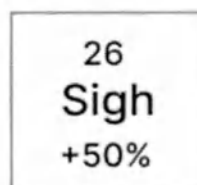

Рисунок 9.39 – Символ активной функции «Sigh»
- 4 Нажмите кнопку «Применить» для перехода в основной экран. В поле отображения активных процедур и функций будет отображаться символ активной функции «Sigh» (см. рисунок 9.39). В символе доступна индикация установленного периода и процента увеличения вдоха.